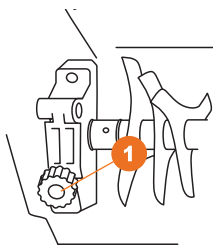

Рис. 11
- Открутите винт 1 (Рис. 11).
- Отведите вал в сторону A и вытащите B, как показано на рис. 11.
- Закрепите установленный вал винтом 1 (Рис. 11).